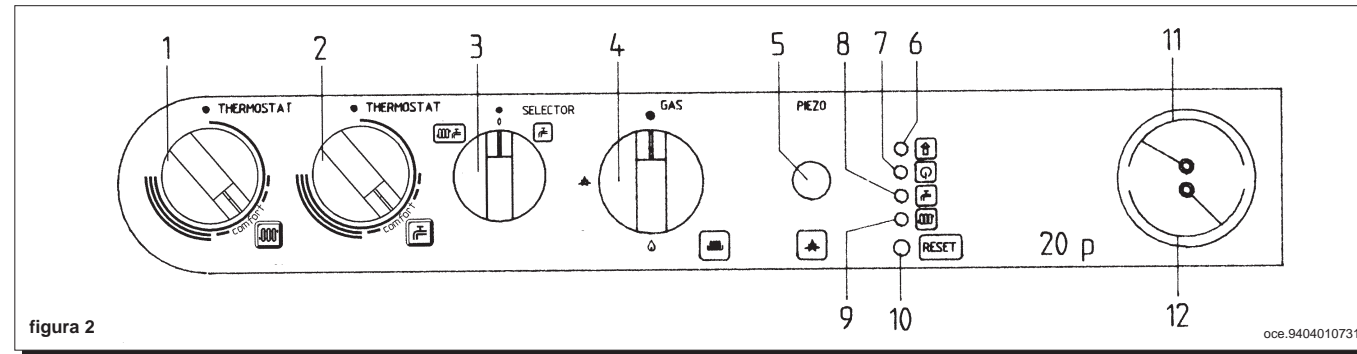

figura 2
per la figura 2: premere e ruotare la manopola (4) in posizione (★); premerla a fondo ed agire contemporaneamente sull'accenditore piezoelettrico (5). Con pilota acceso attendere almeno 15-20 secondi affinché la fiamma riscaldi regolarmente la termocoppia, e poi rilasciare la manopola (4) (ripetere l'operazione nel caso di spegnimento della fiamma pilota); ruotare quindi la manopola (4) in posizione di funzionamento (◊) esercitando una leggera pressione;
5) agire sulle manopole dei dispositivi di regolazione della temperatura del circuito di riscaldamento (1) e dell'acqua calda sanitaria (2) in modo da accendere il bruciatore principale.
para la figura 2: presionar y hacer girar el botón (4) en posición (★); presionarlo completamente y, al mismo tiempo, obrar sobre el encendedor piezoeléctrico (5). Con piloto encendido esperar por lo menos 15-20 segundos de modo que la llama caliente regularmente el termopar, luego dejar el botón (4) (repetir la operación en el caso de apagamiento de la llama piloto); hacer girar el botón (4) en posición de funcionamiento (◊) ejerciendo una ligera presión;
5) obrar sobre los botones de los dispositivos de regulación de la temperatura del circuito de calefacción (1) y del agua caliente sanitaria (2) para encender el quemador principal.